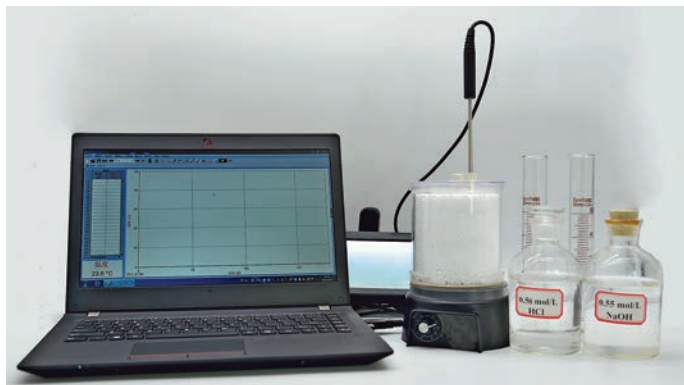

图 1.4 测定中和反应反应热的实验装置
(1) 用量筒量取 50 mL $0.50 \text{ mol} \cdot \text{L}^{-1}$ 盐酸，倒入简易热量计中，用温度传感器测量盐酸的温度，记录数据。
(2) 用量筒量取 50 mL $0.55 \text{ mol} \cdot \text{L}^{-1}$ NaOH 溶液，倒入烧杯中，调节其温度，使之与热量计中盐酸的温度相同。
(3) 把搅拌磁子放入热量计中，盖好杯盖（图 1.4）。启动应用程序，打开磁力搅拌器，开始采集数据。